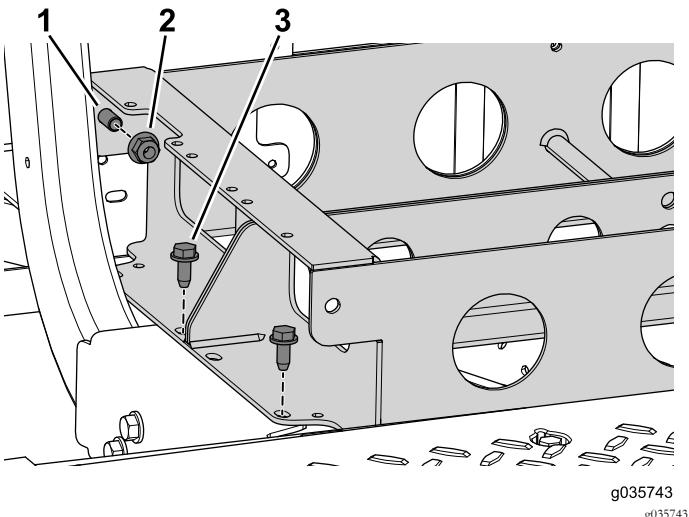

Figura 60
7. Remova os quatro parafusos que prendem o tabuleiro da bateria à máquina (Figura 60).
8. Remova as duas porcas flangeadas, mas não os dois parafusos, que ligam o tabuleiro da bateria dianteiro e traseiro (**Figura 60**).